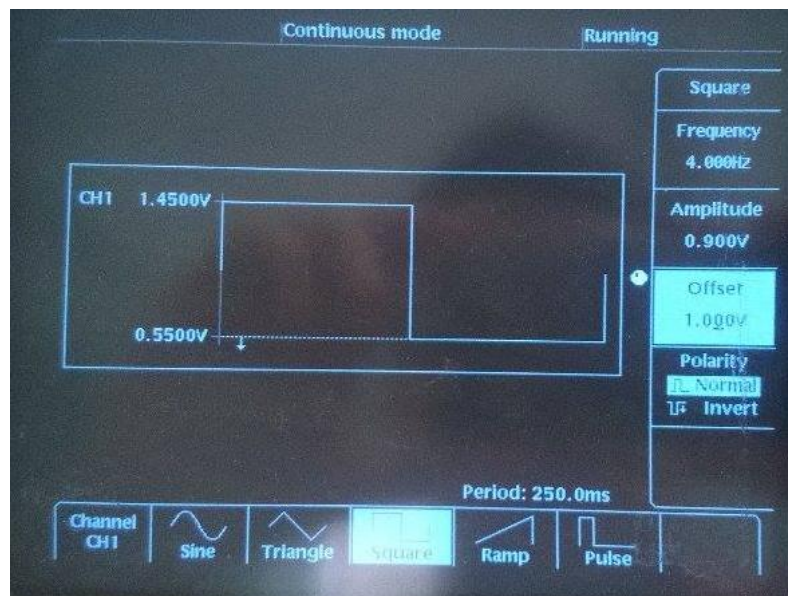
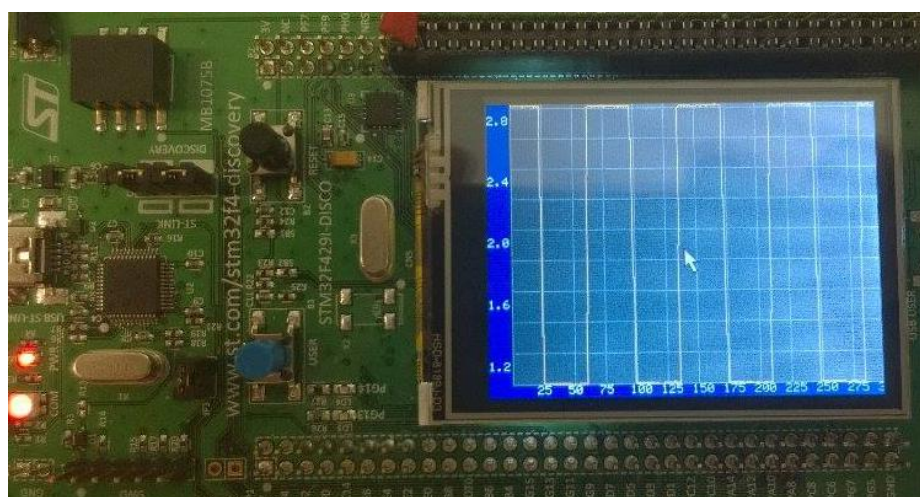

Figura 55: Generatore di funzioni
Figura 56: Onda quadra di ampiezza 1.8V con frequenza di 4Hz
- **Caso 6:** il generatore di funzioni è stato impostato in modo da generare una funzione onda quadra con 4Hz di frequenza, ampiezza 0.900V ed offset 1V supponendo una linea a 50Ω (*Figura 55* e *Figura 56*).